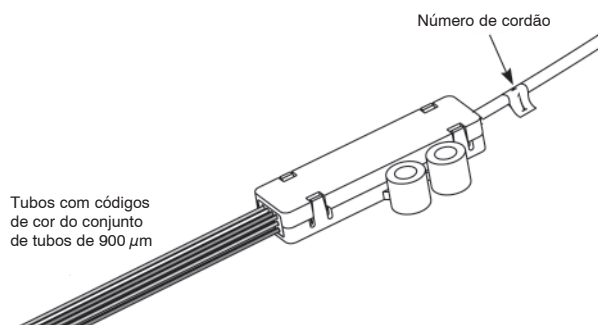

Figura 29
10.1 Para ajudar na identificação e manutenção dos conjuntos de fan-outs, utilize marcadores de fio numerados para identificar individualmente cada BTF relativamente ao seu número de cordão, se os cordões não forem facilmente distinguíveis (Figura 29).